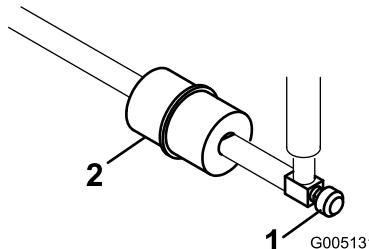

Figura 47
Nei tubi di alimentazione, tra il serbatoio del carburante ed il carburatore, è incorporato un filtro in linea (Figura 47). Verificate che la freccia sul filtro sia diretta lontano dal serbatoio del carburante.
1. Chiudete la valvola di intercettazione del carburante, allentate la fascetta stringitubo dal lato carburatore e rimuovete il tubo di alimentazione dal filtro (Figura 47).
2. Collocate una bacinella di spurgo sotto il filtro, allentate la restante fascetta stringitubo e rimuovete il filtro (Figura 47).